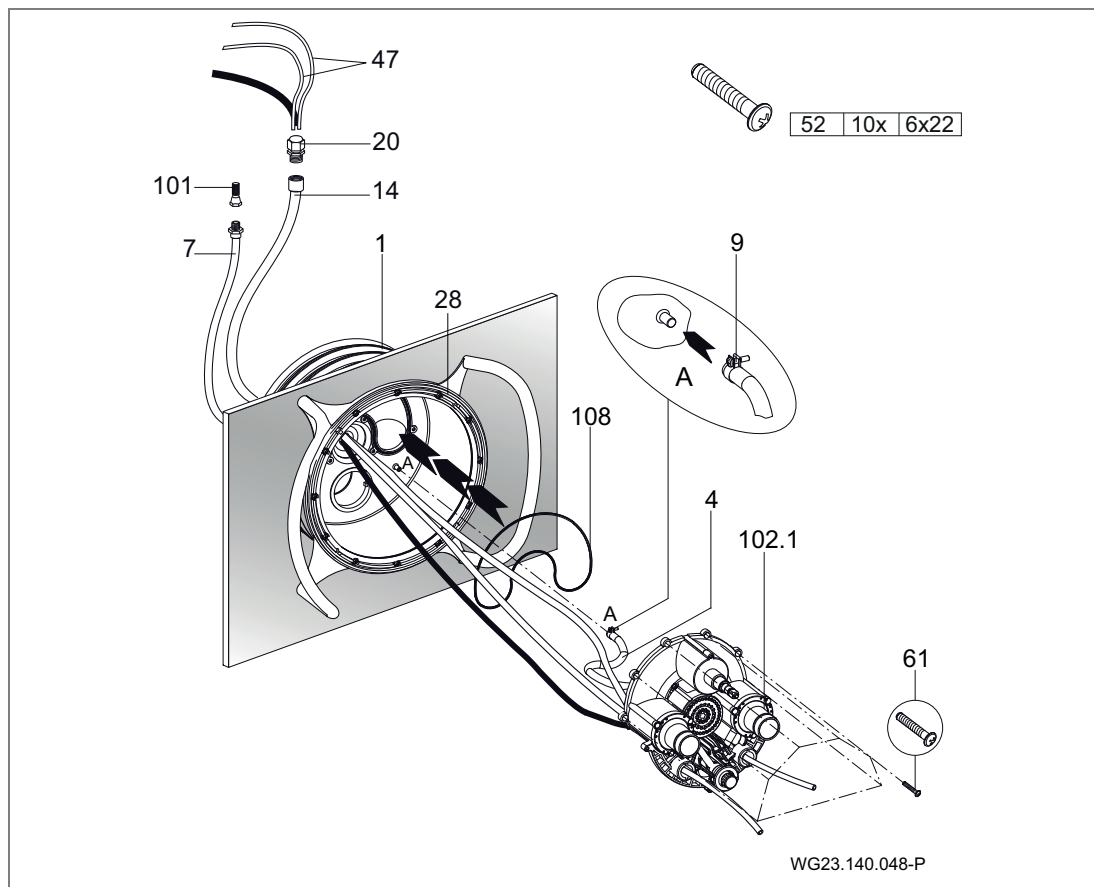

Fig. 16
2. Poner el anillo toroidal (108) en la carcasa para montaje empotrado (1). (Fig. 16)
3. Atornillar los diez tornillos con rosca cortante (61) en la caja de boquillas. Aplicar la caja de boquillas premontada (102.1) a la carcasa para montaje empotrado (1). (Fig. 16)
4. Pasar tubos neumáticos (47) y cable del reflector a través del tubo protector (14) y estanqueizar con la enroscadura de cables (20). (Fig. 16)
5. El tubo de conducción de aire interno (4), ya completamente premontado en la caja de boquillas (102.1) o en la regulación del aire, fijarlo con la sujeción de tubo (9) en la carcasa para montaje empotrado (1). (Fig. 16)
6. Pasar los tubos neumáticos a través de los agujeros inferiores o externos de la caja de boquillas (102.1); ON/OFF enlaces de luz, ON/OFF bomba a derecha. (Fig. 16)
7. Alinear la caja de boquillas compl. (102.1) en la carcasa para montaje empotrado (1) y fijarla con los diez tornillos con rosca cortante (61) premontados. (Fig. 16)